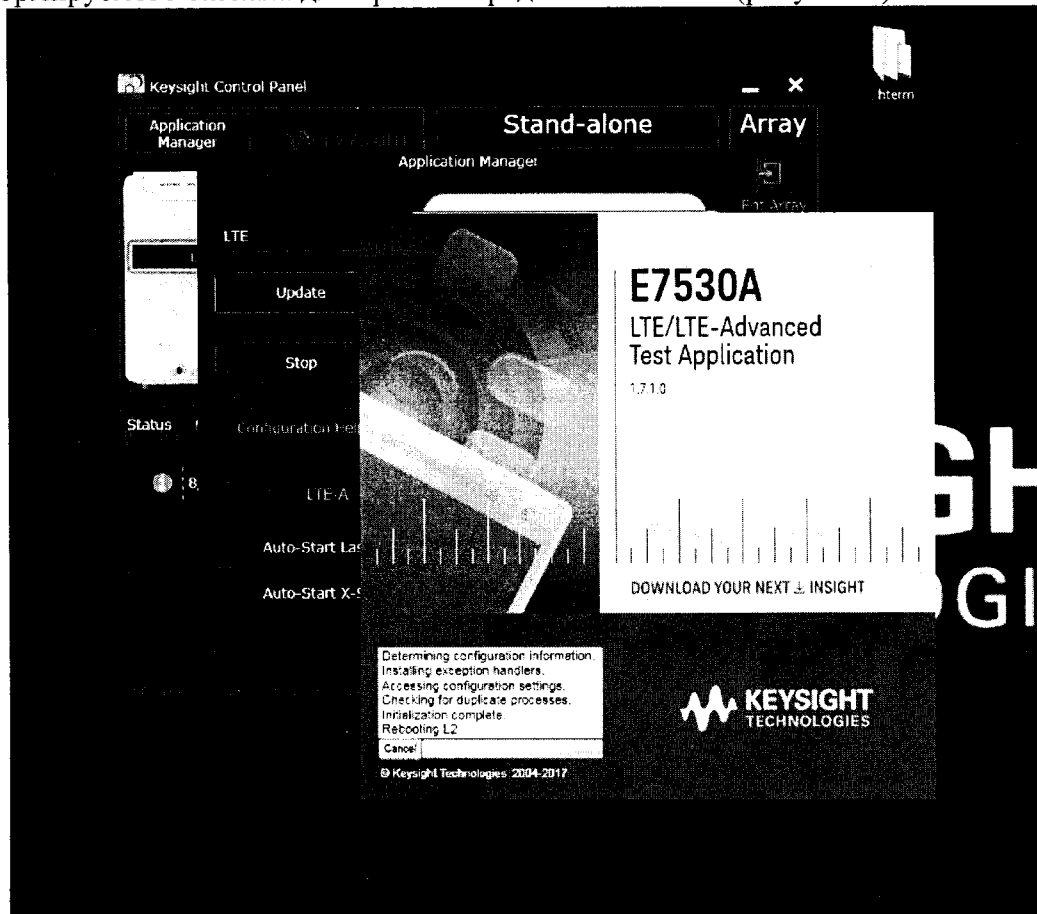
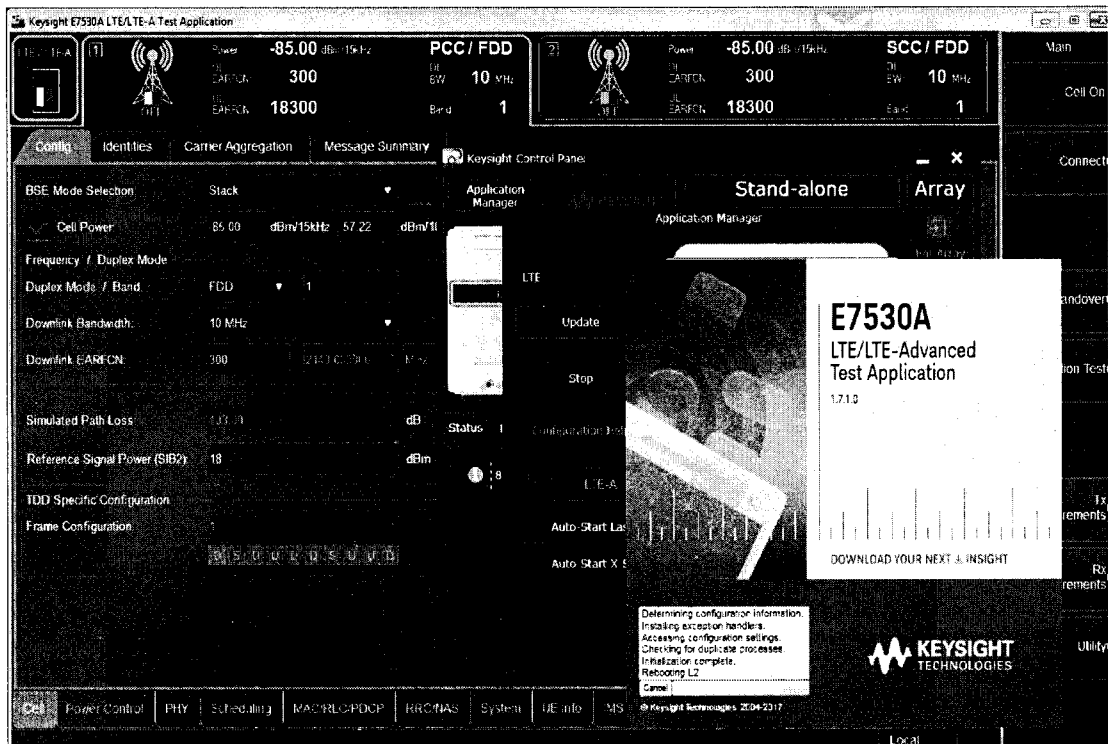

Рисунок 3.
Рисунок 4.
7.4.3 Выбрать режим, соответствующий двум независимым сотам (второй сверху на рисунке 2), сконфигурированным для формата LTE, и запустить конфигурирование, нажав кнопку Start (рисунок 3), после чего будет запущено два окна с установками формируемого сигнала для приемопередатчиков А и В (рисунок 4).